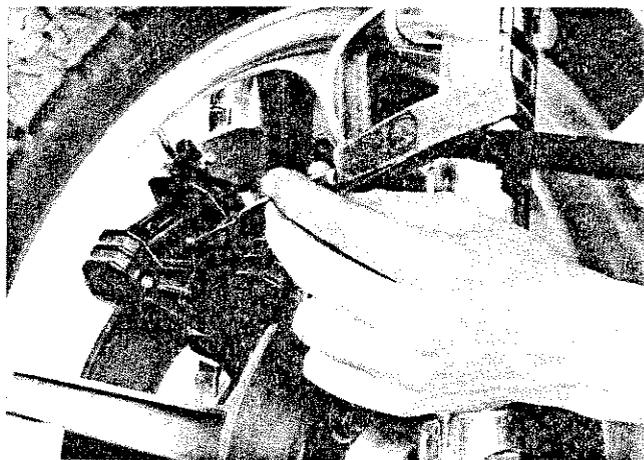

Fig. 189
- 2) Sfilare agendo dall'interno verso l'esterno con un cacciaspine e leggeri colpi di martello, il perno di fermo delle pasticche (Fig. 189).
- 2) Drive out the pad retaining pins using a pin punch and tapping it lightly with a hammer (Fig. 189).